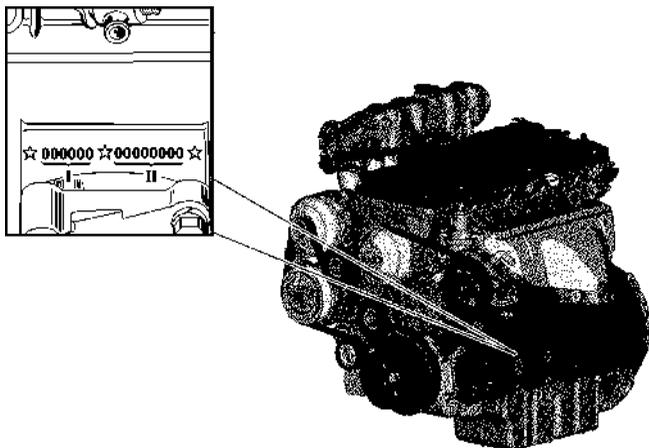

Рис. 1.3. Расположение идентификационного номера двигателя:
**Идентификационный номер двигателя** выбит на площадке, расположенной с левой стороны блока цилиндров, над бобышками крепления передней опоры двигателя (рис. 1.3).